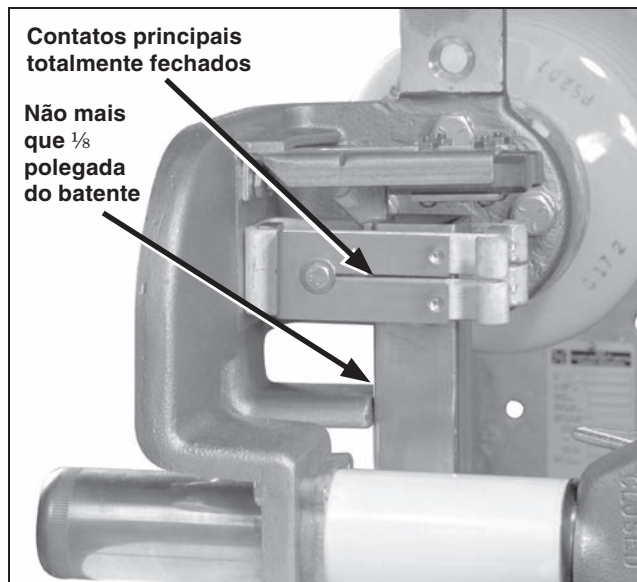

Figura 33. Verifique se a faca está totalmente fechada e a $\frac{1}{8}$ de polegada do batente na peça fundida da base do terminal.
- (a) Com a alavanca de operação levada à posição máxima na direção de fechamento, os dois contatos principais de cada polo de chave estão totalmente fechados com a faca afastada em torno de $\frac{1}{8}$ polegada do batente da peça fundida da base. Ver Figura 33.